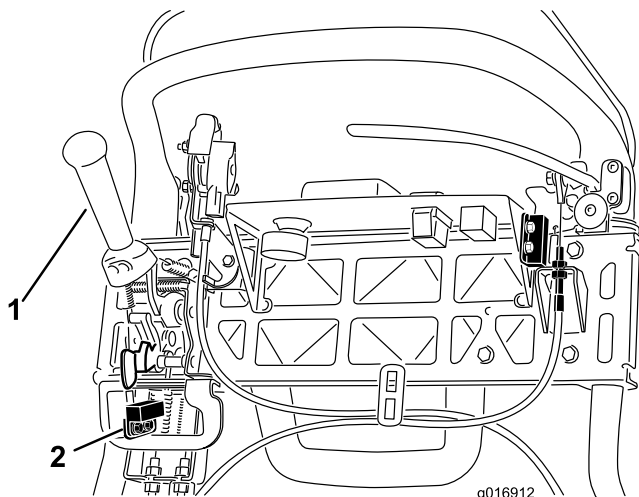

Figura 38
4. Desaperte as juntas de montagem do interruptor de segurança (Figura 38).
5. Coloque uma cunha de 1,6 mm entre a alavanca de tracção e o interruptor de segurança (Figura 38).